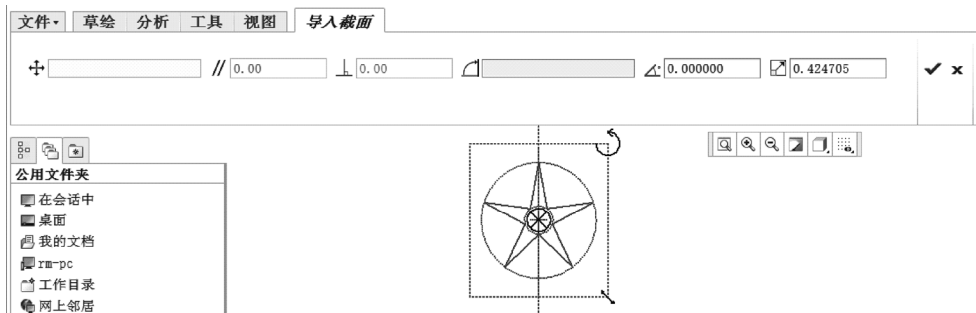

图 2-85 输入图形
5) 在图形窗口中单击任意位置以选取放置图形的位置，此时在功能区出现“导入截面”选项卡，并在输入的形状图上创建“缩放”“旋转”和“移动（平移）”控制句柄，如图 2-85 所示。